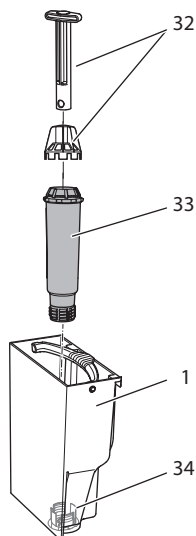

Fig. 19: Iskruning/udskruning af vandfilter
- Fjern vandfilteret (se Fig. 19 på side 183).
9. Sæt et nyt filter ind i vandbeholderen (se Fig. 19).
3. Fjern vandfilteret (se *Fig. 19*).